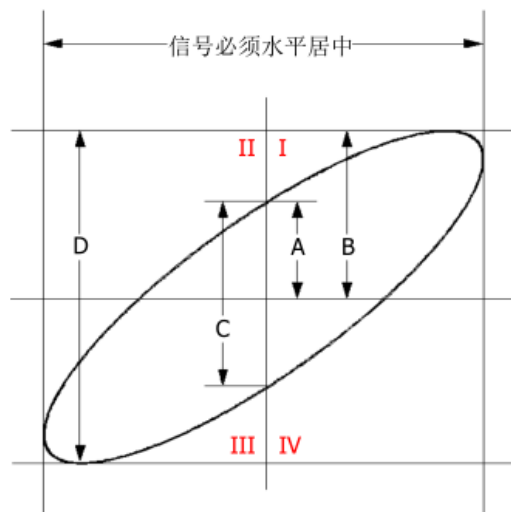

图 7.1 相位差测量原理
- 4、 观察上图的测量结果，并根据相位差测量原理图 (图 7.1) 可得 $A/B(C/D)=1$ ，即两个通道输入信号的相差角为 $= \arcsin 1 = 90^\circ$